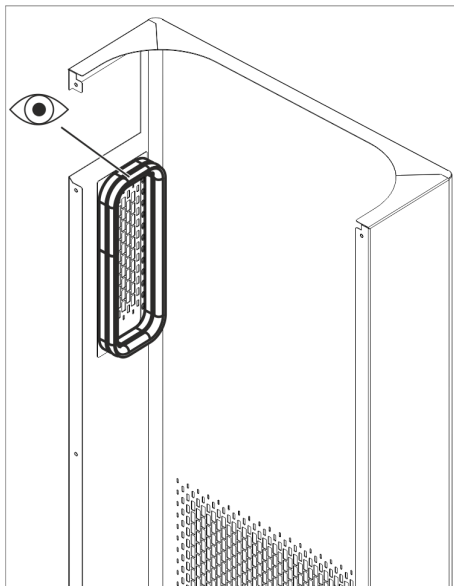

Abb. 80: Dichtung am Luftstutzen überprüfen
- Überprüfen Sie die Dichtung am Luftstutzen auf Beschädigung (siehe Abb. 80). Stellen Sie eine Beschädigung fest, nehmen Sie das Gerät nicht in Betrieb und kontaktieren Sie den LAUDA Service.